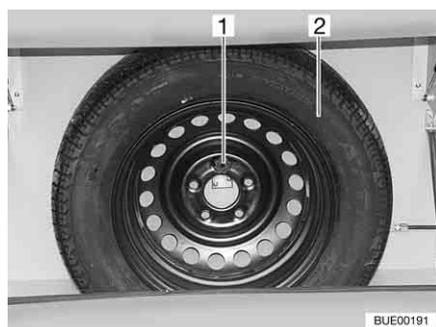

Fig. 233 Supporto per la ruota di scorta
Il supporto per la ruota di scorta è fissato nel vano portabombole. La ruota di scorta (Fig. 233,2) è disponibile con sovrapprezzo.
- Svitare il bullone (Fig. 233,1).
- Prelevare la ruota di scorta (Fig. 233,2).